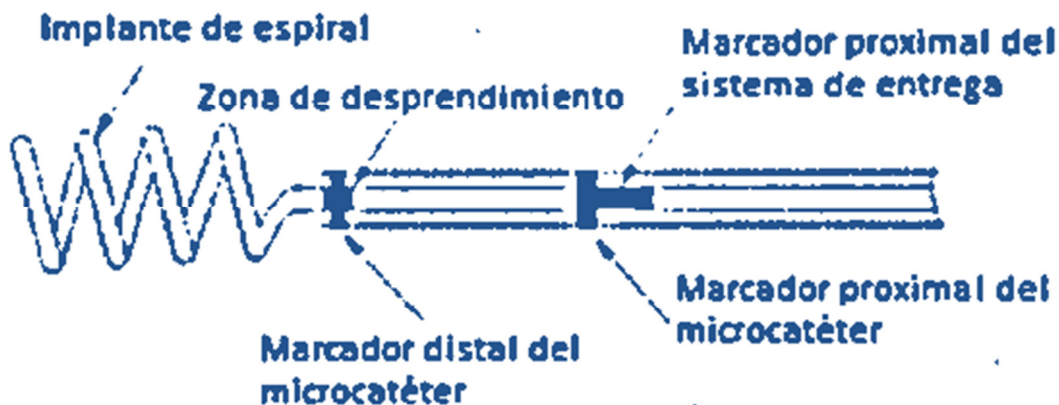

Fig.2 Posición de las bandas marcadoras para el desprendimiento
(8) Bajo guía fluoroscópica, haga avanzar lentamente el espiral ECS fuera de la punta del microcatéter. Continúe haciendo avanzar el espiral ECS dentro de la lesión hasta lograr un despliegue óptimo. Reposicionar si es necesario. Si el tamaño del espiral no es el adecuado, retirelo y reemplácelo con otro dispositivo.
(9) Haga avanzar el espiral hacia el sitio deseado hasta que el marcador proximal radiopaco del sistema de entrega esté junto al marcador proximal del microcatéter. El extremo proximal del espiral está dentro del microcatéter (ver Fig.2).